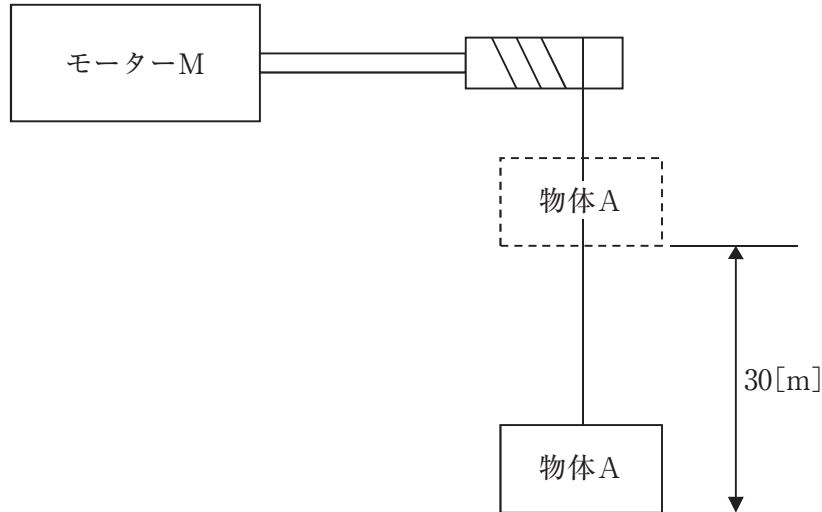

図3
(3) 図3のように、モーターMを使って横幅3[m]、奥行2[m]、高さ2[m]の物体Aを高さ30[m]まで持ち上げた。次の各問いの答えに最も近い数値を選べ。ただし、物体Aの密度は $1200[\text{kg}/\text{m}^3]$ 、重力加速度 $g=9.8[\text{m}/\text{s}^2]$ とし、エネルギーの損失はないものとする。